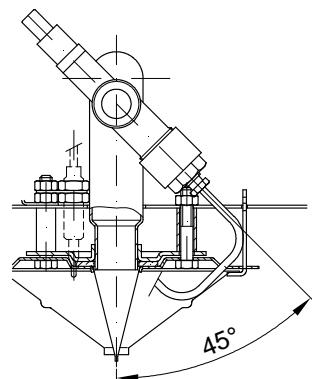

Fig 4
- 3-Colocar de nuevo el bloque válvula de seguridad-inyector inclinandolo 45°(Fig. 4)
- 3-Replace the safety valve-injector assembly tilting it at 45° (Fig. 4)
- 3-Remettre en place le bloc vanne de sécurité-injecteur en l'inclinant à 45° (Fig. 4)